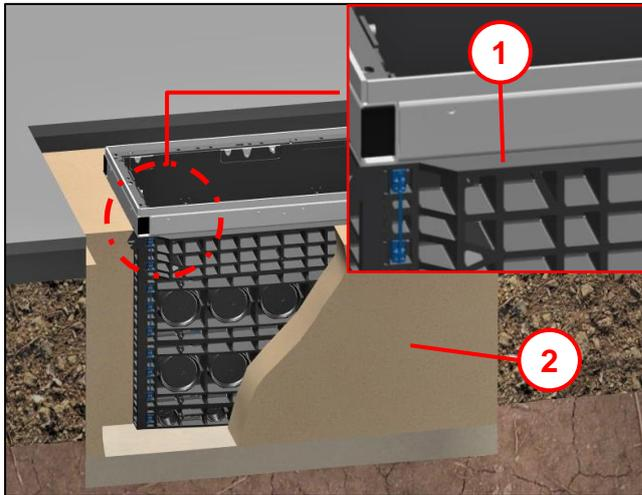

Abb. 30
- Baugrube mit verdichtungsfähigem Material (3) stufenweise nach ZTV A-StB 12 (bzw. ZTV E-StB 09) bis **Auflagefläche Koprahmen (2)** verfüllen (siehe auch Abb. 30).
- Die Gewindestifte mit Innensechskant SW5 für die Höhenverstellungen (1), sind an allen vier Ecken angebracht.